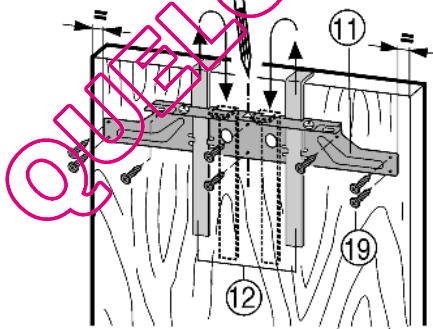

Fig. 15
- ▶ Accrocher la traverse de fixation Fig. 15 (11) avec les gabarits de montage Fig. 15 (12) du côté intérieur de la porte du placard.
- ▶ Aligner la traverse de fixation Fig. 15 (11) au centre : tracer la ligne courte médiane sur la porte du placard et venir y placer la pointe de flèche de la traverse.
- ▶ Visser la traverse de fixation Fig. 15 (11) en utilisant au moins 6 vis Fig. 15 (19).
- ▶ Visser la traverse de fixation Fig. 15 (11) en fixant 4 vis Fig. 15 (19) au bord.
- ▶ Tirer les gabarits de montage Fig. 15 (12) vers le haut, les tourner de 180° et les enfoncer dans les logements adjacents.